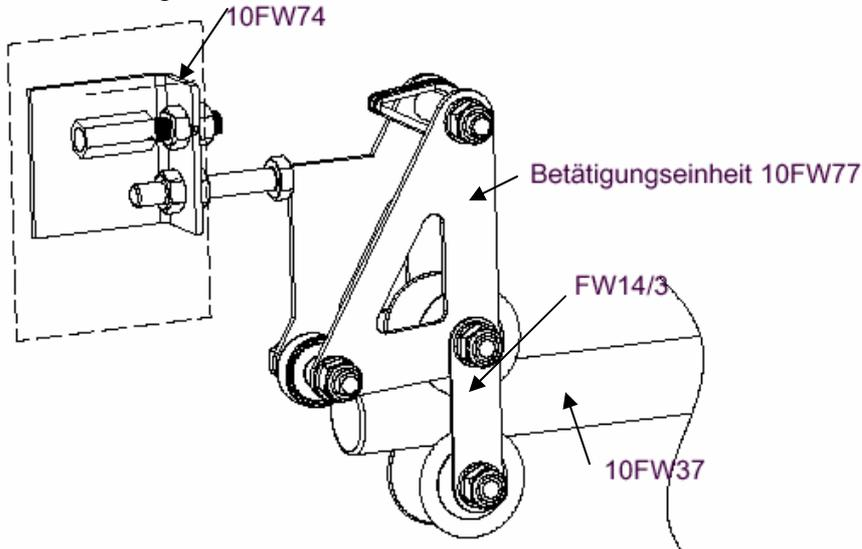

Abb. 13: Montage der Betätigungseinheit an der Führungsrolle
7. Betätigungseinheit 10FW77 auf den Stehbolzen der hinteren oberen Führungsrolle montieren, siehe Abb. 13 und WHB Diagramm 18. Die bisherige obere Rolle wird nicht mehr benötigt.